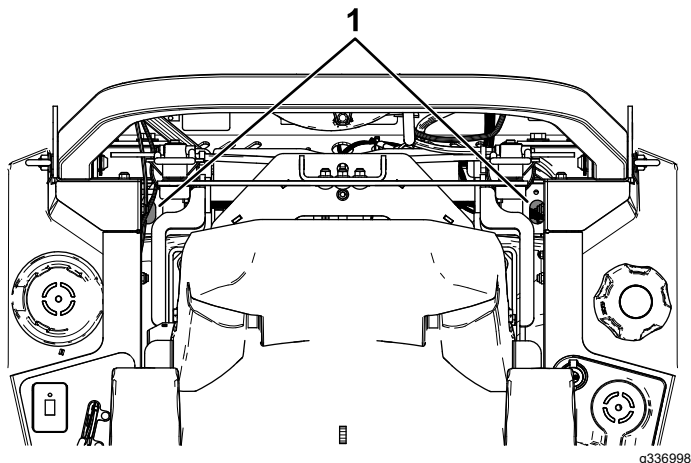

Figura 82
- **Transmisiones hidrostáticas ZT 4400:** utilice una extensión y una llave de vaso de 7/16" para acceder al tapón de ventilación desde la parte superior de la máquina a través de los orificios situados cerca de los soportes de la barra antivuelco (**Figura 82**).